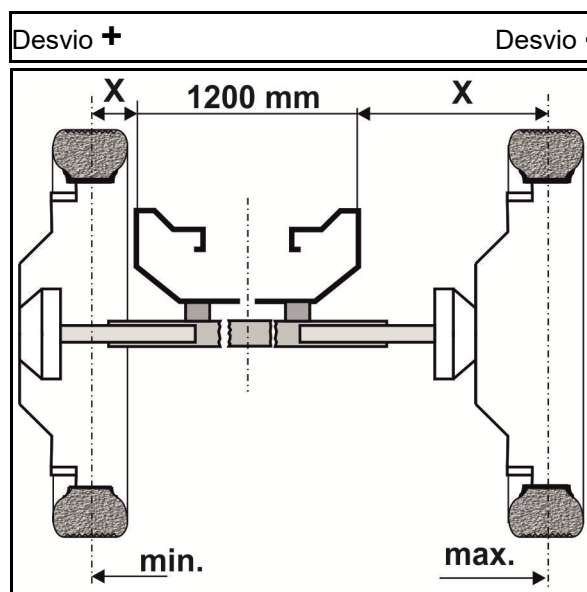

Fig. 105
5. Empurrar ou estender a metade do eixo para a posição pretendida. Para isso, determinar a medida x do canto exterior da estrutura base (Fig. 105/1) até ao meio da roda do pulverizador e empurrar ou estender respetivamente a metade do eixo.